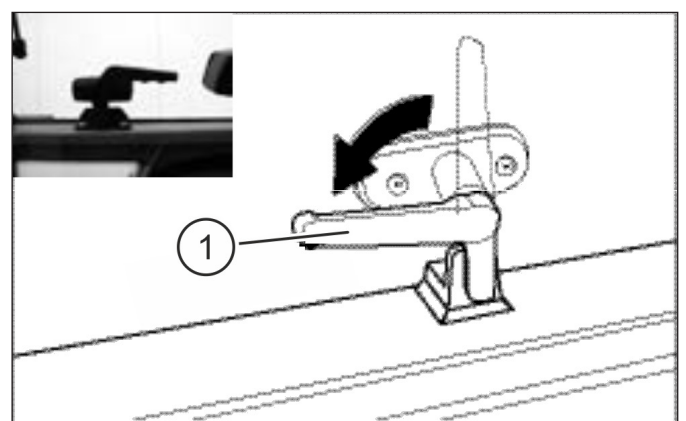

ABB. 7
ABB. 7: Ziehen Sie die Scheibe zum Schließen mit dem Griff in unverriegelter Position nach innen, bis sie sicher verriegelt werden kann. Drehen Sie den Griff dann um 90 Grad gegen den Uhrzeigersinn (1), um das Fenster zu verriegeln.